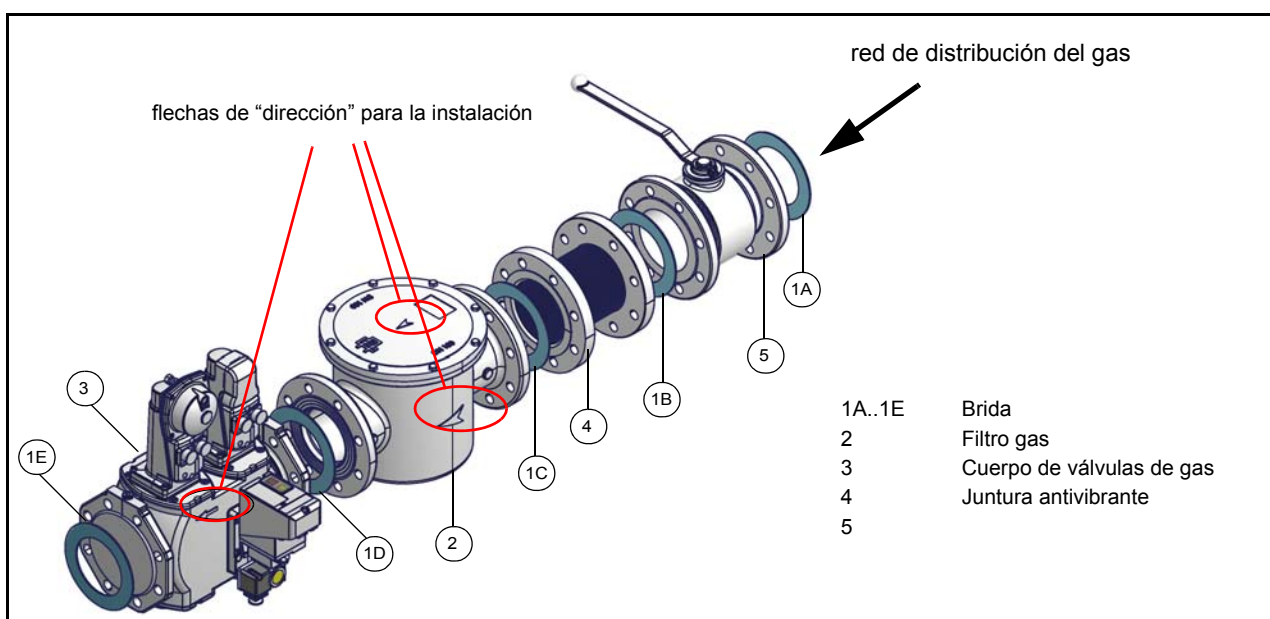

Fig. 6 - Ejemplo de rampa gas
- 1-b) en el caso de juntas embridadas: interponer entre un miembro y el otro, una junta (n. 1A..1E - Fig. 6), compatible con el gas utilizado,